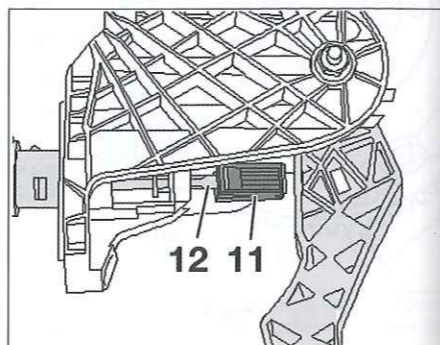

Fig. 11
- Colocar la grapa (11) en el extremo de la varilla (12) del emisor (Fig.11).